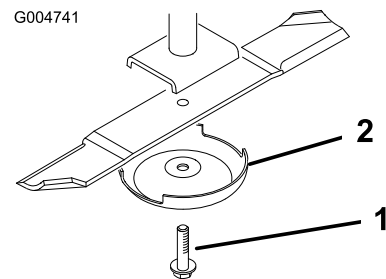

Figura 131
4. Sujete el extremo de la cuchilla con un trapo o un guante con acolchado grueso y retire el perno de la cuchilla, el protector del césped y la cuchilla del eje (Figura 131).